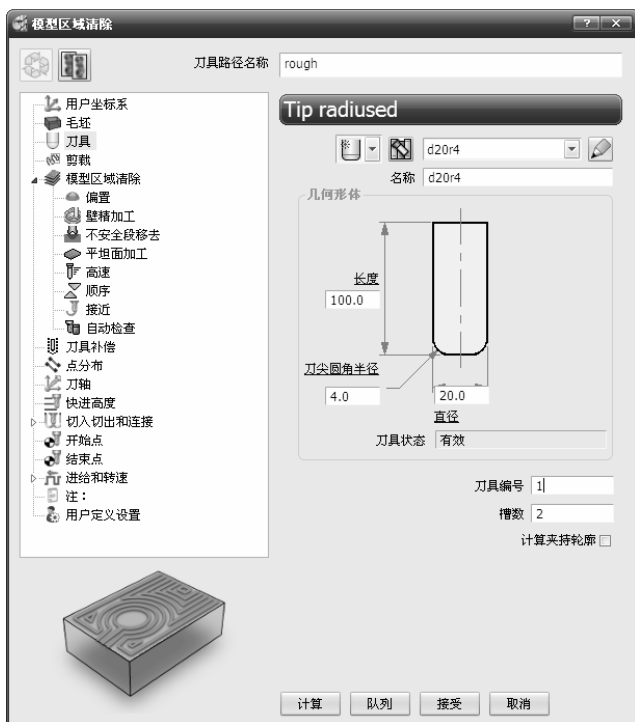

图 3-137 “模型区域清除”对话框
2) 在弹出的“模型区域清除”对话框中设置相关参数, 如图 3-137 所示。